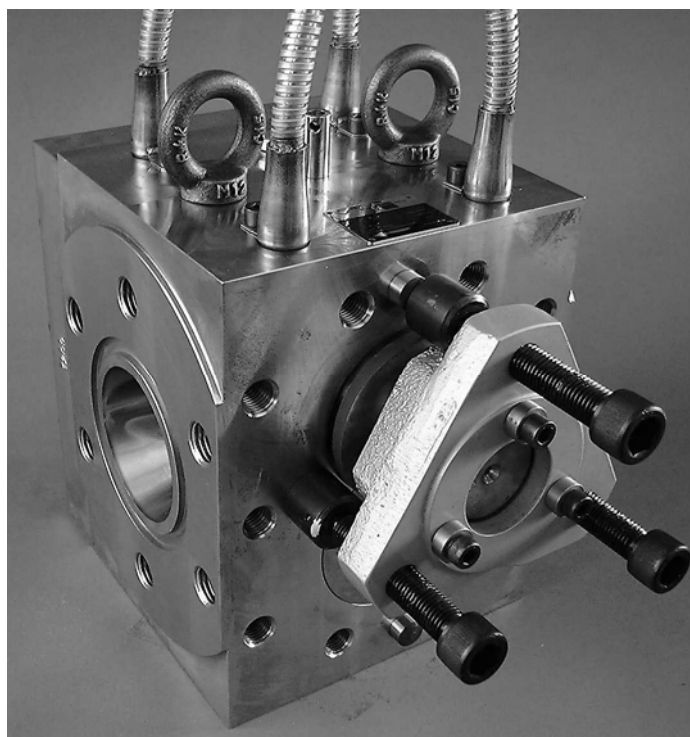

Рисунок 8.8 Съемник для подшипника, привинченный на стороне NASO
- Привинтите съемник для подшипников к корпусу на стороне, противоположной приводу, вверх (NASO, рисунок 8.8).